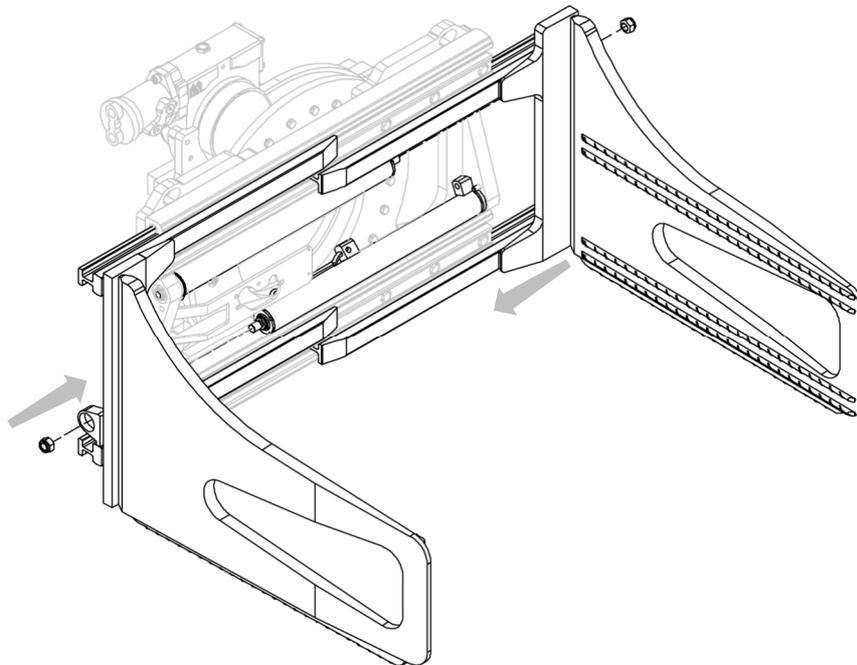
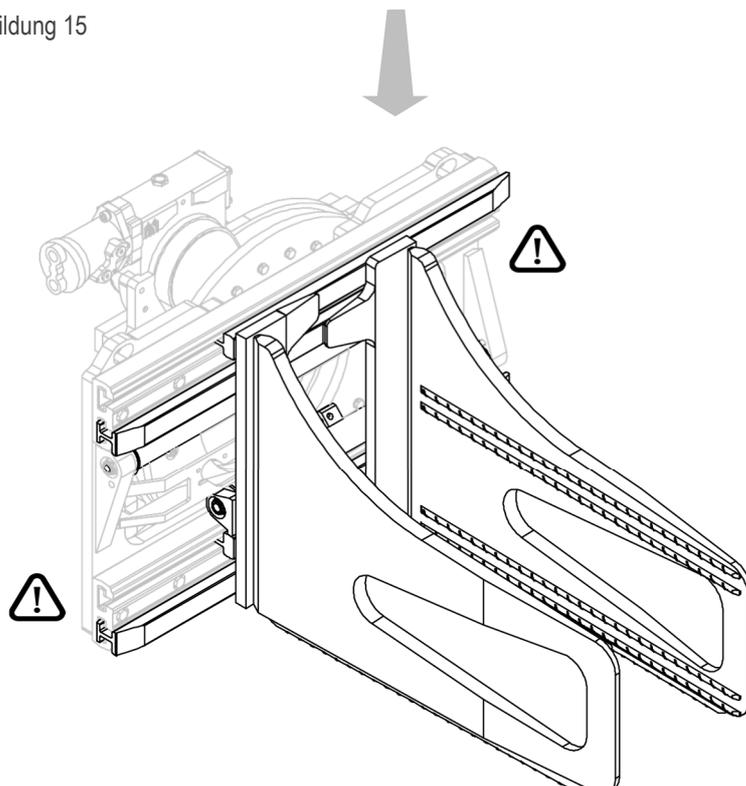

Abbildung 15
Abbildung 16
2. Setzen Sie die Gabeln mit den entsprechenden Backen in die dafür vorgesehenen Aufnahmen ein und befestigen Sie sie mit den entsprechenden Muttern an den Zylindern (siehe *Abbildung 15* und *Abbildung 16*).